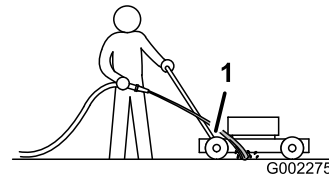

Figura 20
3. Tenete il flessibile da giardino all'altezza della stegola e indirizzate il getto verso terra davanti alla ruota posteriore destra (Figura 20).